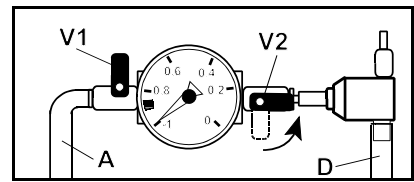

Abb. 5
- f) - Entlüftung des Befüllschlauches (A),
- Befüllschlauch (A) in das zu befüllende Kühlmittel tauchen und gegen Verrutschen sichern. (Abb. 5)